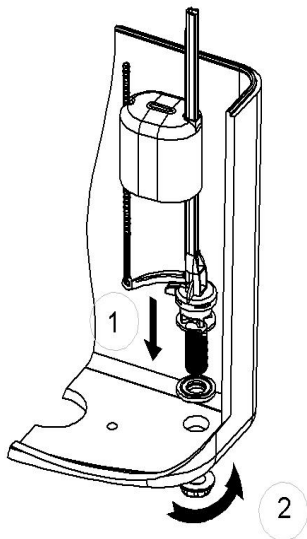

Рис.2
- 10.1 Надеть прокладку 4 (см. рис. 2) на корпус 6 ,опустить арматуру в отверстие бачка.